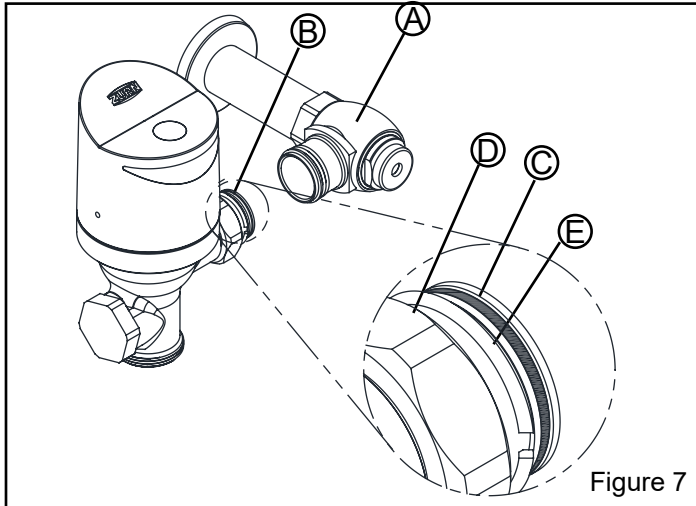

Figure 7
Avant de raccorder le robinet de chasse au robinet d'arrêt et de réglage (A), inspecter le joint torique (C) et vérifier qu'il se trouve dans la rainure prévue pour ce joint dans l'embout. S'assurer que l'écrou de blocage (D) et l'anneau élastique de verrouillage (E) se trouvent bien sur l'embout. Voir figure 7.